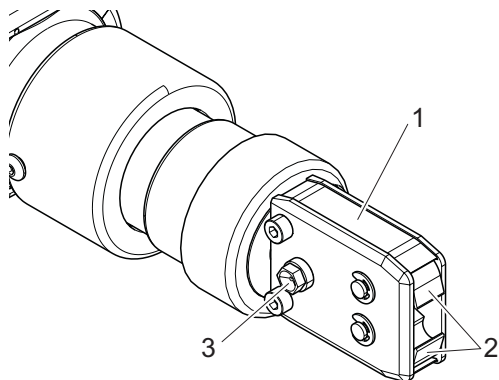

Fig. 24: Lubricación del cabezal de la tenaza
2. Engrase el cabezal de la tenaza (Fig. 24/1) a través de la boquilla de lubricación (Fig. 24/3) utilizando una pistola de engrase con lubricante especial RENOLIT LX 2.
3. Compruebe que las mordazas de las tenazas (Fig. 24/2) no estén desgastadas ni rotas en los puntos de sujeción y, en caso necesario, sustitúyalas en caso de observar daños (ver el número de pieza en el catálogo de herramientas).